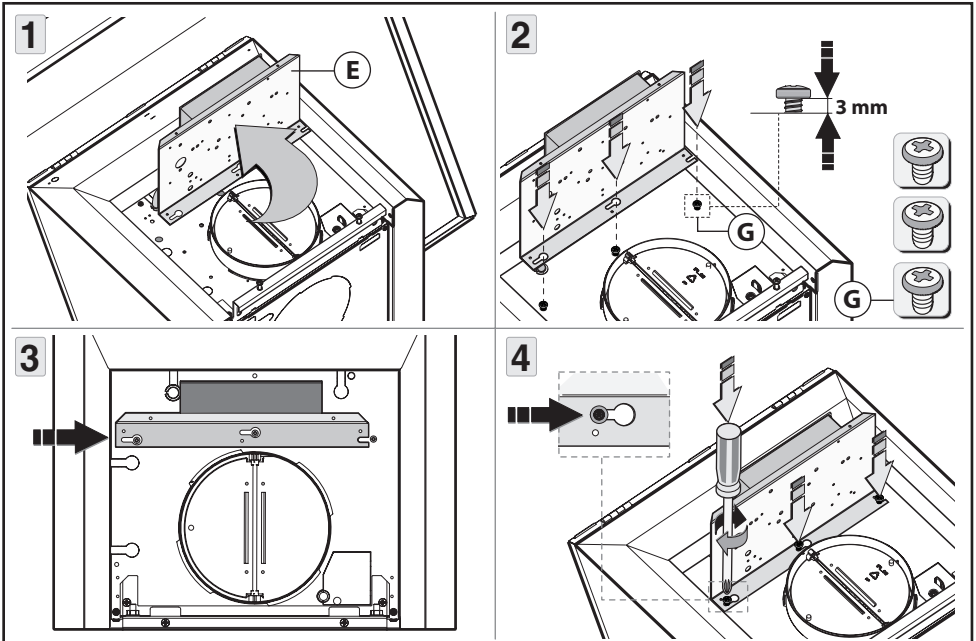

Fig.6
- Solleverare la scatola impianto elettrico Fig. 6 - fase 1.
- Posizionare la staffa **E** in corrispondenza delle 3 viti **G** già predisposte sul bussolotto e avvitare come indicato in Fig. 6 - fase 2 - 3 - 4.